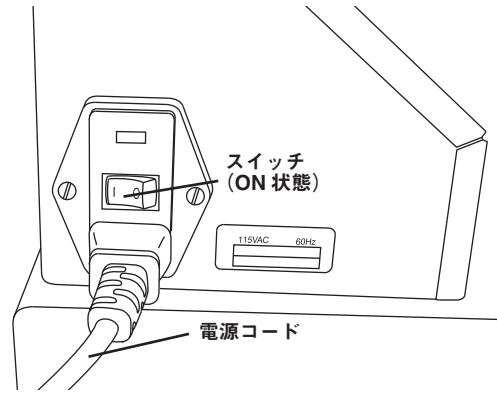

図 2
3. 電源コードを加工機側面にある差し込み口に差し込みます。(図2参照)